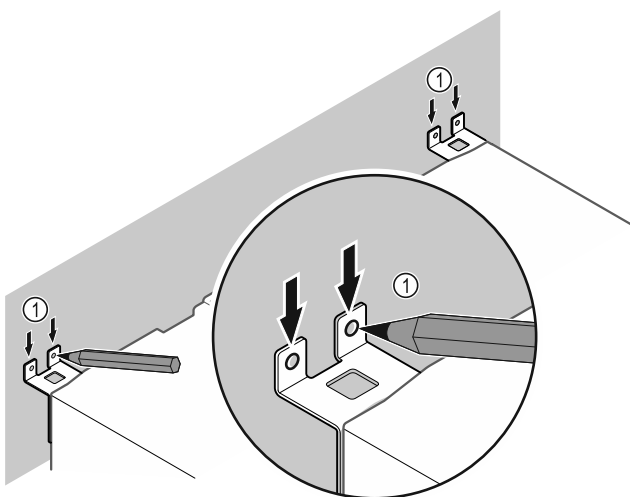

Fig. 10
- ▶ Puneți marcaje pe perete Fig. 10 (1).